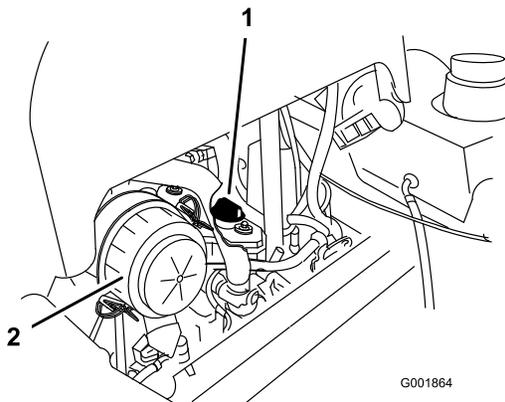

Bild 44
6. Nehmen Sie den Deckel des Einfüllstutzens oben am Motor ab (Bild 44). Dies erleichtert das Ablassen des Öls.
2. Nehmen Sie den Peilstab und den Deckel ab (Bild 44).